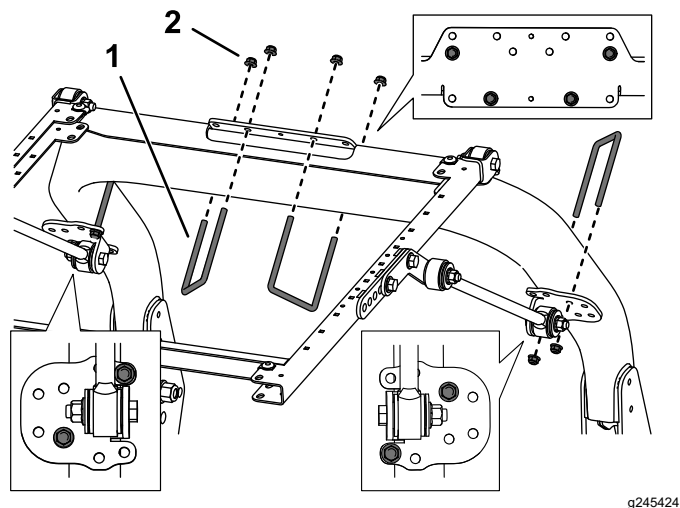

Figura 36
- Usando los taladros de montaje indicados en la Figura 36, sujete provisionalmente cada uno de los soportes de los tirantes a los postes de la barra antivuelco con un perno en U (3-1/2" x 5") y 2 tuercas con arandela prensada.